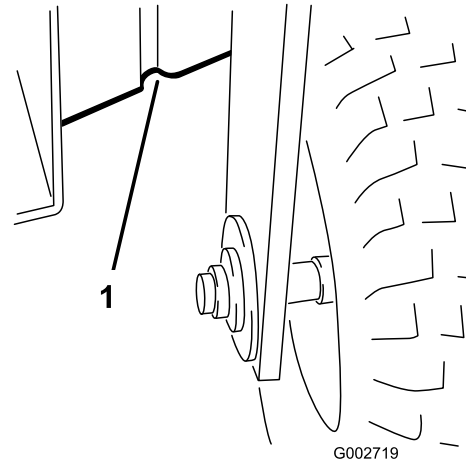

Figura 21
- Anteriori-sotto il telaio, dietro la ruota anteriore (Figura 21).